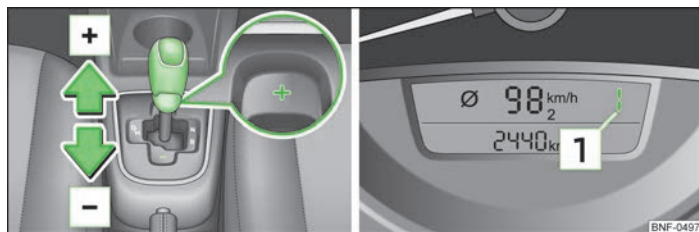

Bild 75 Växelväljare: manuell växling/kombinationsinstrument: ilagd växel
- » Tryck växelväljaren åt vänster enligt pilen och lägg i läge **M**. I kombinationsinstrumentets display visas det valda växelväljarläget **1** » bild 75.
- » Tryck väljarspaken framåt » bild 75
- » Tryck väljarspaken bakåt » bild 75